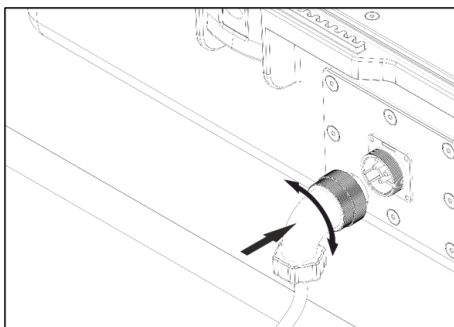

Рисунок 4
7.4 Подсоедините кабель питания 220 В соответствующим концом к розетке питания 220 В на боковой плоскости кейса как это показано на рис. аккуратно поворачивайте пока пазы розетки не совпадут с соответствующими направляющими разъема (рисунок 4).